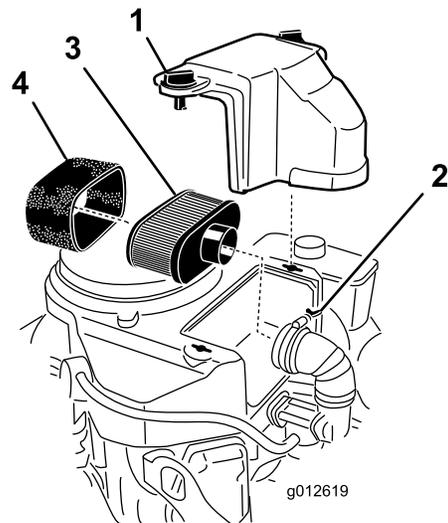

図 42
3. エアクリーナを外したときエンジン内部に異物が入らないよう、周辺をきれいに拭く（図 42）。
4. エアクリーナのカバーのノブのねじをゆるめてカバーを外す（図 42）。
5. エアクリーナのホースクランプをゆるめてエアクリーナアセンブリを外す（図 42）。
6. ペーパー・エレメントからスポンジエレメントを注意深く取り外す（図 42）。
1. ペーパー元素を軽くたたいて、たまっているほこりを落とす。汚れがひどい場合には、新しいペーパー元素に交換する (図 42)。
1. ペーパー・元素にスポンジ元素を注意深く取り付ける (図 42)。
2. エア・クリーナのベース、またはホース、にエア・クリーナ・アセンブリを取り付けて固定する (図 42)。
3. エアクリーナのカバーを取り付け、ノブを締め付けて固定する (図 42)。